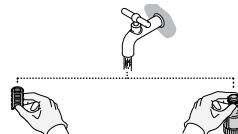

Fig. 30
3. Enjuague los distintos elementos con agua clara (Fig. 30).